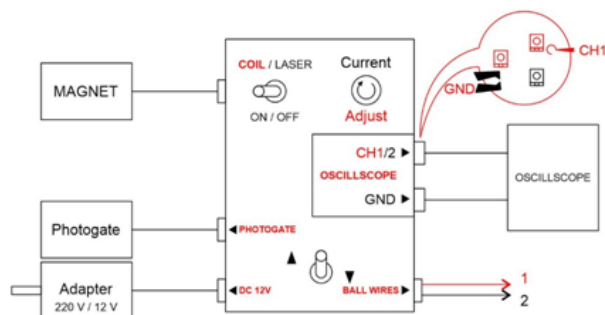

図 2
2. フック (B) を 1 kHz の方形波出力端子から外し、図 2 のコントロールボックスの CH1 端子に接続し、下側のスイッチを PHOTOGATE 側に倒せ。